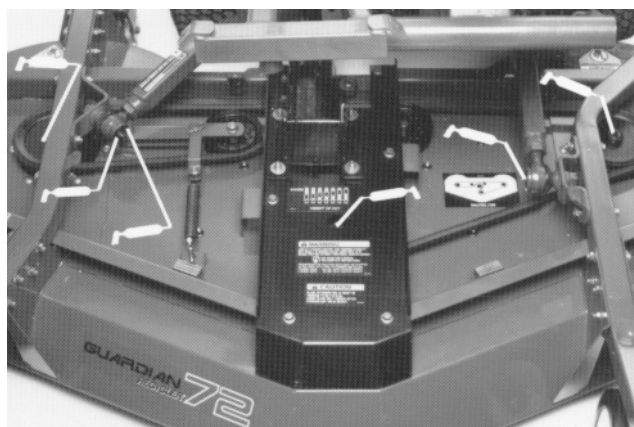

Figure 16
- roulements des axes de lames (Fig. 16)
- pivot de bras de poulie de tension (Fig. 16)
- rotules de bras de poussée droit et gauche (Fig. 16).